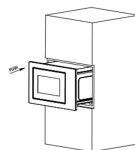

Fig 1
1. Setzen Sie die Mikrowelle in den Einbauschrank ein und schieben Sie sie bis zum Anschlag nach vorne. (Abb. 1)